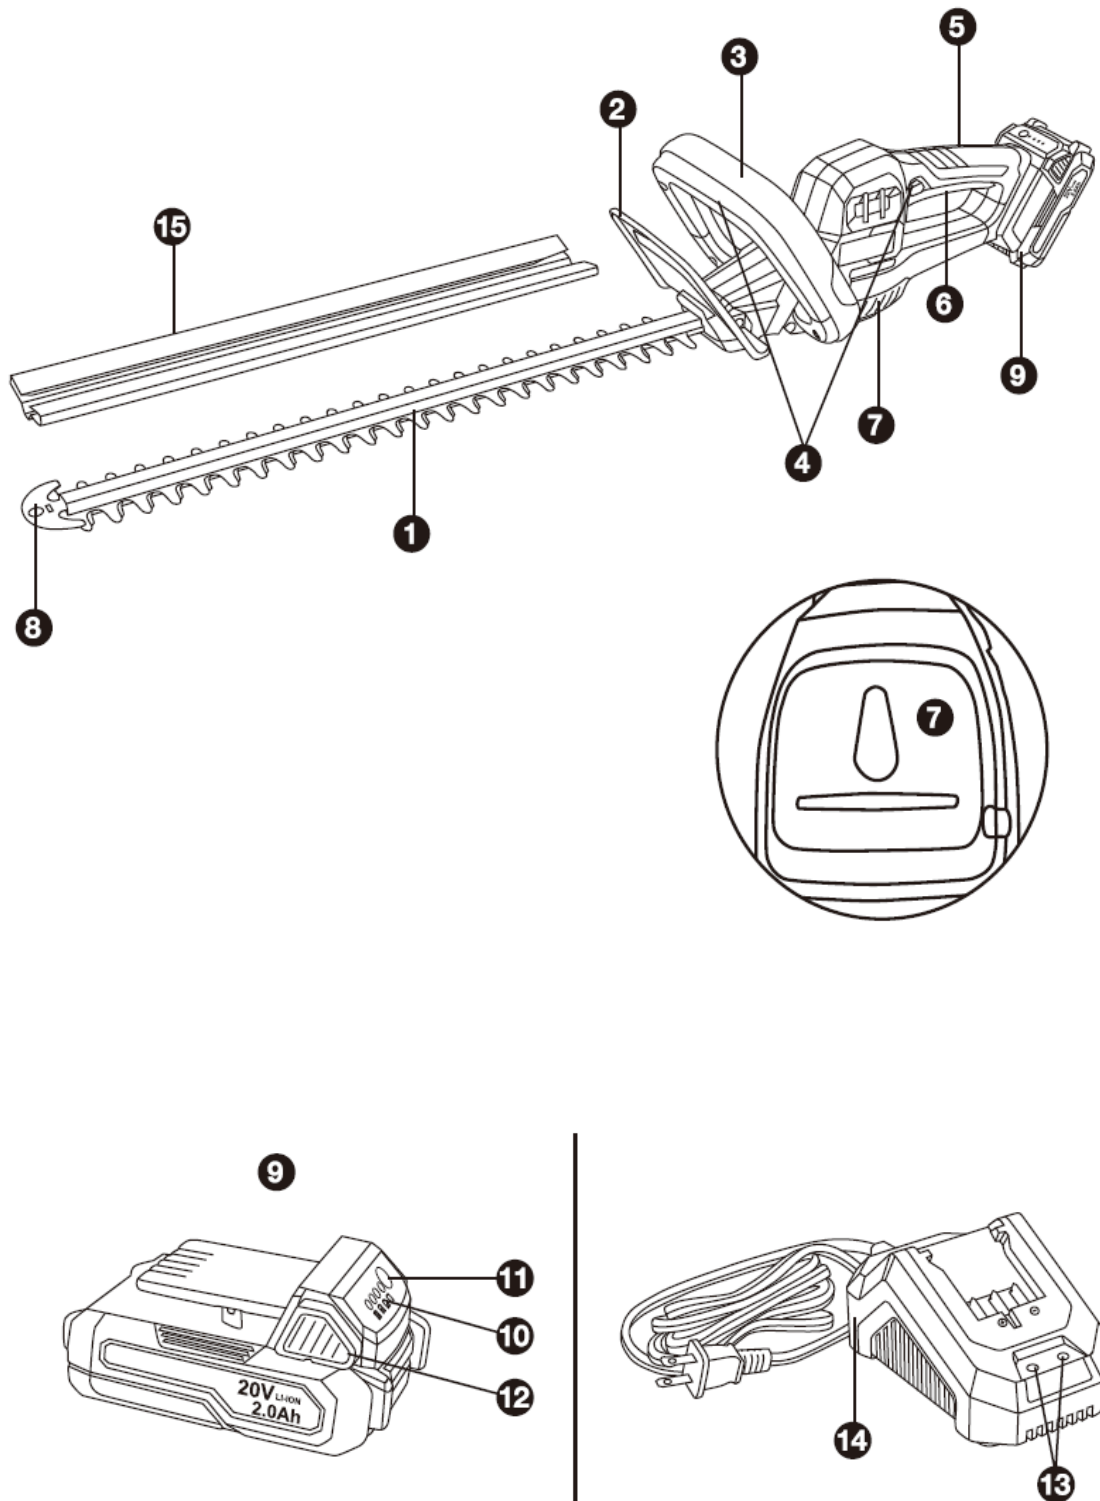

Fig 2
5. Batteriet fjernes ved at trykke batterilåseknapperne ind, og træk batteriet ud. Fig.2-A/B